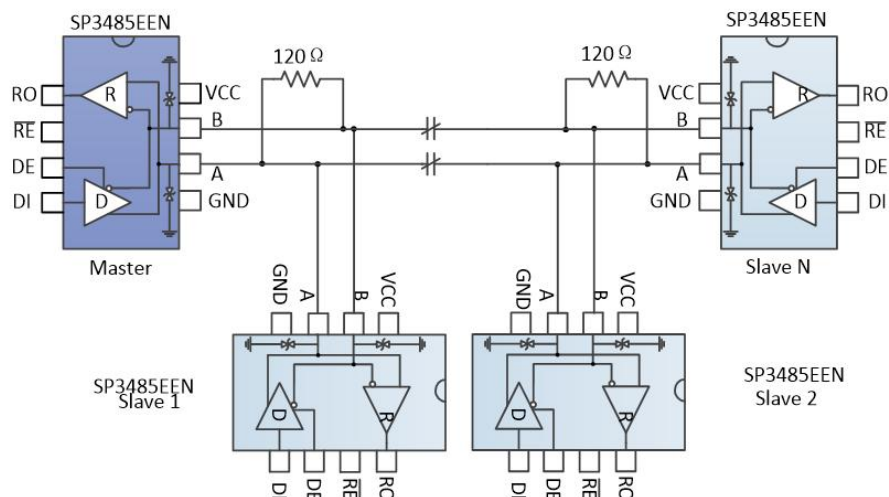

图 9 总线式 RS485 半双工通讯网络
4.1 总线式组网：SP3485EEN RS485 收发器设计用于多点总线传输线上的双向数据通信。图 9 显示了典型网络应用电路。这些器件也能用作电缆长于 4000 英尺的线性转发器，为减小反射，应当在传输线两端以其特性阻抗进行终端匹配，主干线以外的分支连线长度应尽可能短。